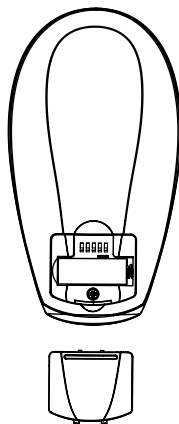

Figura 9d
1. Deslice la cubierta del compartimiento de batería del control remoto como se muestra en la Figura 9d, oprimiendo la cubierta y deslizándola hacia abajo para sacarla.
2. Instale la batería alcalina incluida de 12 voltios (Tipo 23A, MN-21 o equivalente) dentro del control remoto, asegurando que la polaridad de la batería sea la misma que la indicada por los símbolos + y - en el compartimiento. Vea la Figura 9d. Vuelva a instalar la cubierta.
2. Deslice la cubierta fuera de la parte posterior del control remoto y retire la batería. La batería se debe sacar cuando vaya a cambiar las posiciones de los interruptores DIP. Vea la sección INSTALACIÓN DE LA BATERÍA y la Figura 9d.